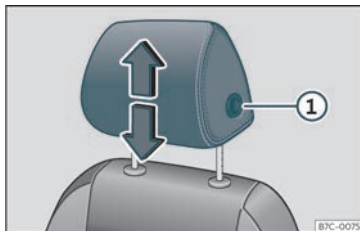
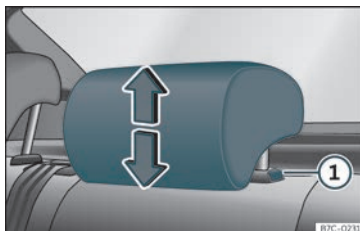

Fig. 103 Asento dianteiro: regulación do repousacabezas.
Fig. 104 Repousacabezas traseiro: regulación do repousacabezas.
mesma acción, premendo o botón lateral ① >>> fig. 103 >>> fig. 104.
- Prema o botón lateral >>> fig. 103 ① e extraia o repousacabezas.